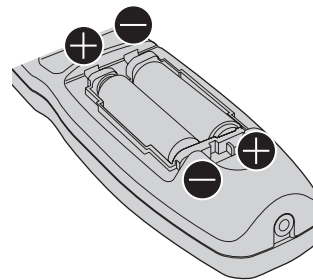

Figura 2
- 2) Introduzca las pilas y cierre la tapa (introduzca primero el lado  $\ominus$ ). (Figura 2)